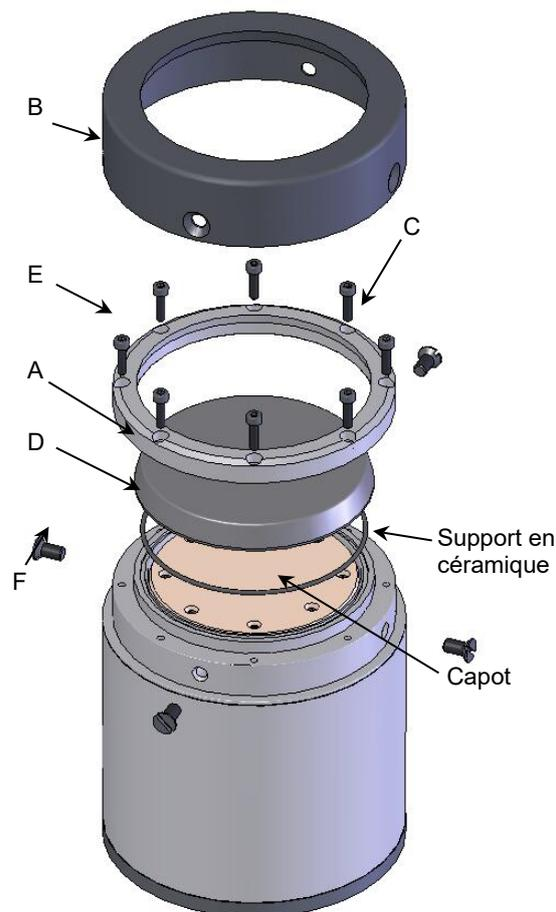

Figure 1
1. Nettoyez et dégraissez le capot, le support en céramique, la bague de maintien de la céramique (C) et le disque en céramique (A).
2. Graissez légèrement le joint torique (D) et placez-le dans la gorge située en haut du support en céramique.
3. Faites reposer le disque en céramique (A) au centre du joint torique (figure 1).
4. Placez la bague de maintien (C) par-dessus le disque en céramique (A). Appliquez une petite quantité de freinfillet faible résistance (par ex. Loctite 222) à 8 vis (E).